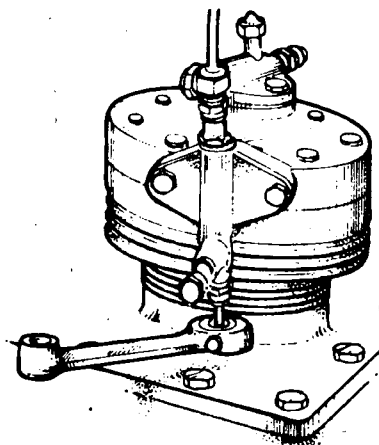

Fig. 2
- b Abra a válvula de serviço de baixa para o manômetro (fig. 2).